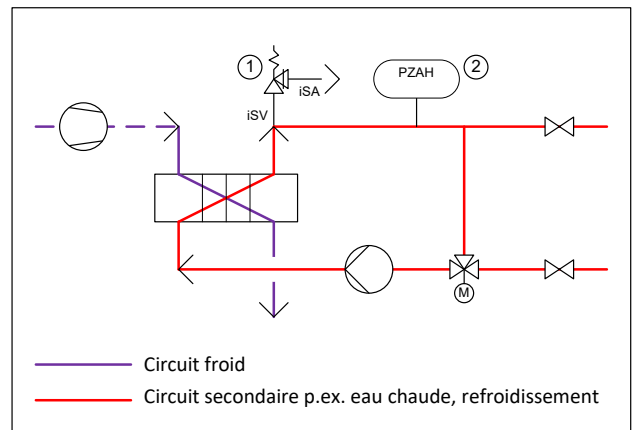

Fig. 1: Disposition des dispositifs de sécurité dans le circuit secondaire. PZAH = Pressostat de sécurité, réglage/alarme max. (source image ASF)
Si la pression de service maximale (PS)¹ dans le circuit frigorifique est > 20 bar et que la puissance calorifique de l'échangeur de chaleur est > 50 kW, un pressostat de sécurité PZAH (pressostat) avec réarmement manuel doit également être installé (voir Fig. 1 ②). Il faut s'assurer qu'en cas de dépassement de la pression maximale admissible réglée sur le pressostat de sécurité, la pression du circuit frigorifique au niveau de l'échangeur de chaleur est abaissée et une alarme déclenchée. Réglage suggéré du pressostat de sécurité : 1 bar de moins que la pression de décharge de la soupape de sécurité.